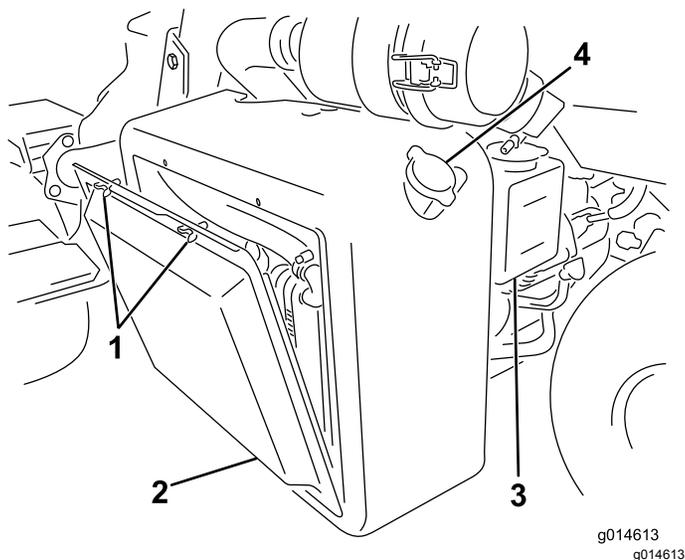
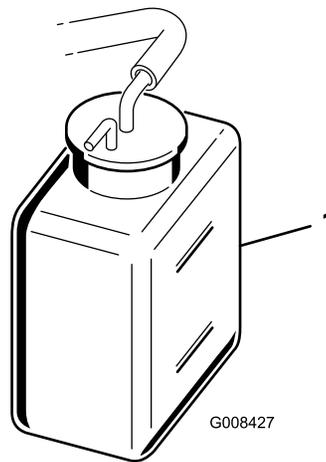

图43
图44
1. 拆下散热器吸风滤网图43。
2. 检查冷却液液位图43和图44。